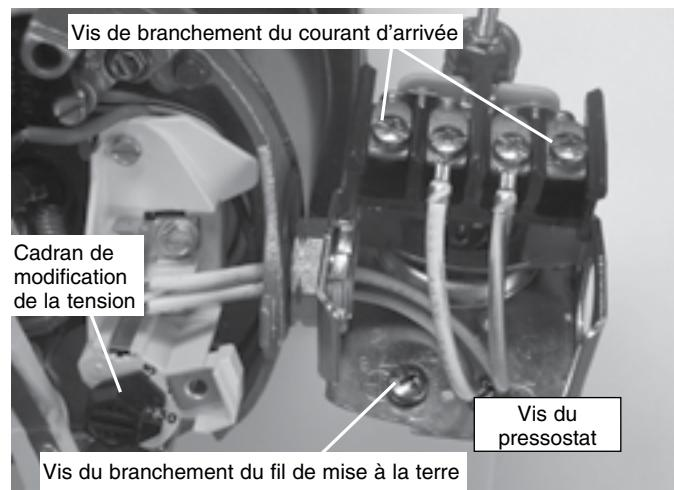

Figure 8 : Tension réglée sur le courant de 230 volts.
3. Brancher les deux fils du courant d'arrivée sur les deux vis extérieures du pressostat comme il est illustré à la Figure 8.
4. Brancher le fil de mise à la terre sur une des vis de mise à la terre, comme il est illustré à la Figure 8.
4. Brancher les fils de l'alimentation électrique sur le pressostat, comme il est illustré à la Figure 8, page 7.